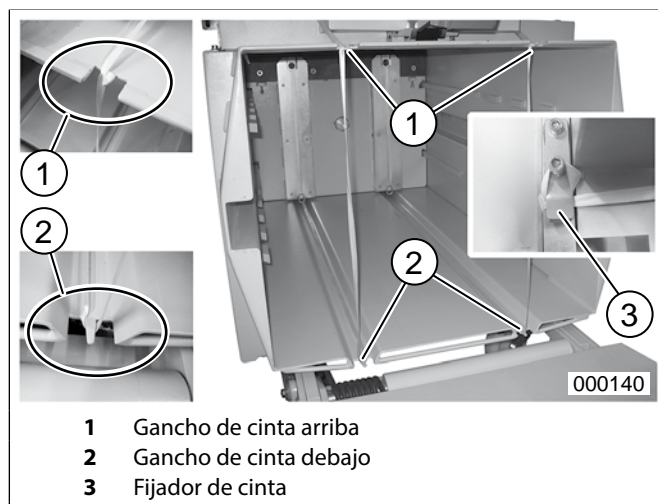

fig. 20 Colocación de las cintas para un nuevo fardon
5. Soltar los extremos de la cinta (fig. 20/3) fijados en la caja del compactador, atarlos con la respectiva cinta extraída y cortar la cinta detrás del nudo con unas tijeras (fig. 16).
3. Extraer las cintas una longitud de chapaleta aproximadamente, pasar los extremos de la cinta por encima de los ganchos de cinta (fig. 20/1+2), por dentro y por la abertura de llenado, hasta los fijadores de cinta (fig. 20/3) y fijarlas allí enrollándolas dos veces.